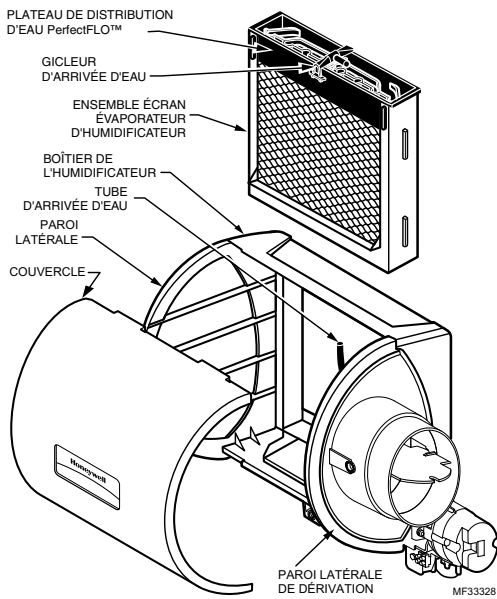

Fig. 18. Nettoyage de l'humidificateur.
- Enlever le couvercle de l'humidificateur. Voir la Fig. 18 page 17.